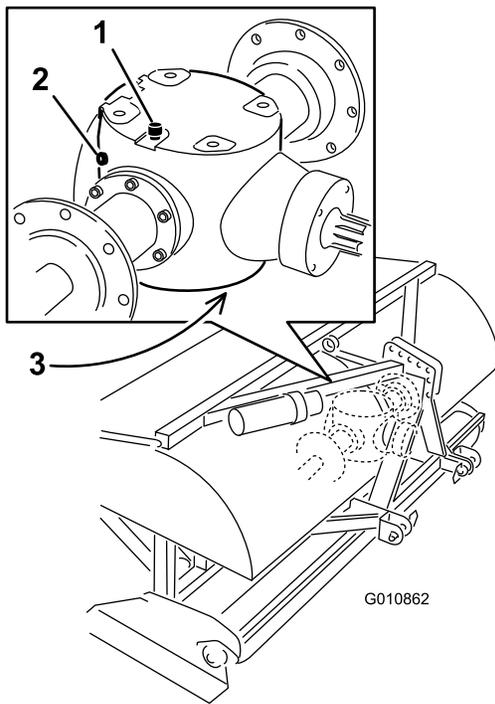

Figure 45
2. Enlevez le bouchon de contrôle du réducteur (Figure 45).
3. Vérifiez que le niveau d'huile atteint le bas de l'orifice du bouchon de contrôle du réducteur (Figure 45).
1. Nettoyez les débris présents sur le bouchon d'aération/de remplissage et le bouchon de vidange pour éviter la contamination (Figure 45).